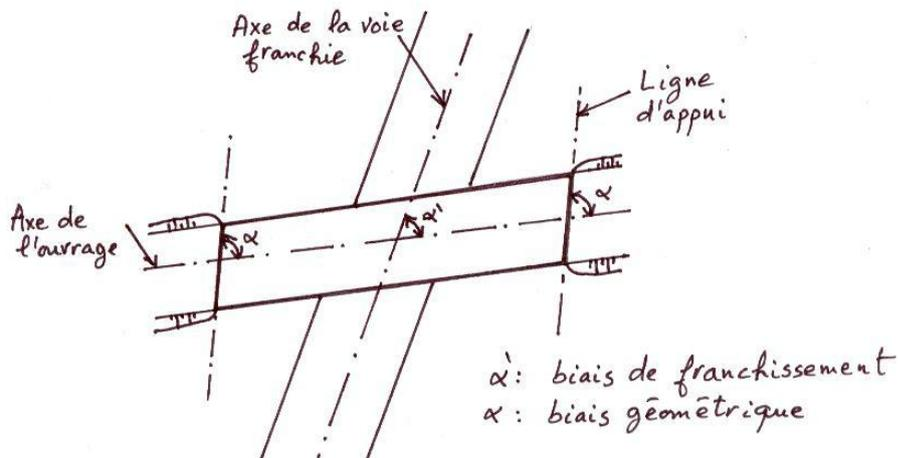

Fig. 11 Le biais géométrique et le biais de franchissement.
- **Pont biais** : Lorsque l'axe longitudinal du pont fait un angle biais avec les lignes d'appui transversales, il s'agit d'un biais géométrique. S'il existe un angle biais entre les axes longitudinaux du pont et de la voie franchie, on parle d'un biais de franchissement est droit (fig. 11). L'unité de mesure de l'angle est le grade, et ce pour augmenter la précision.